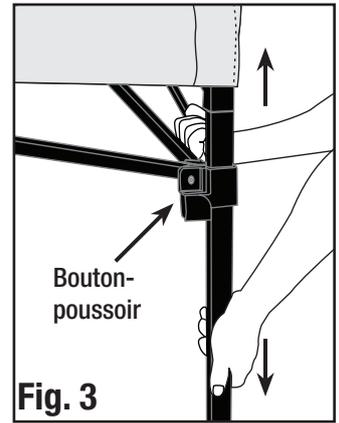

Fig. 3
- Tirez sur le bras coulissant situé dans la partie du haut du pied jusqu'à ce que le bouton-poussoir se mette en place d'un bruit sec. (Fig. 3) Ceci assurera que la toile de l'abri est entièrement étirée.